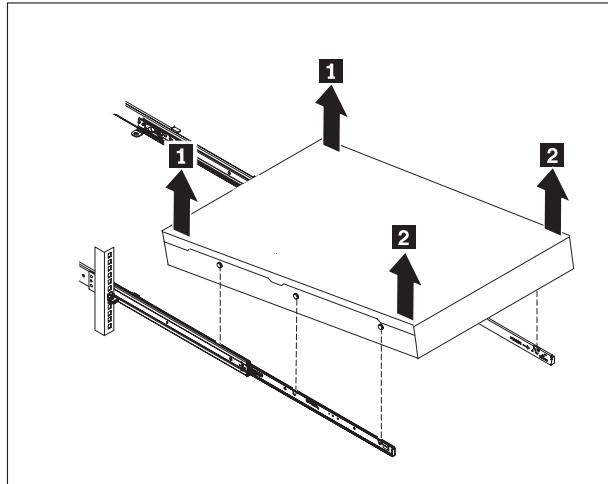

Abbildung 21. Appliance von den Schienen heben
2. Heben Sie die Appliance von den Schienen, wie in Abb. 21 auf Seite 60 dargestellt.